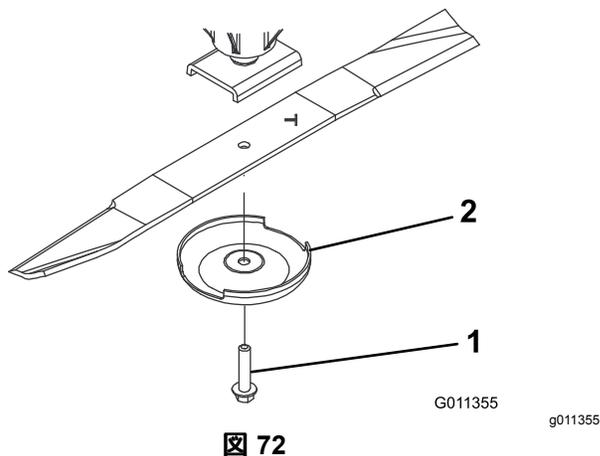

図 72
3. ブレードの一端部をウェスで包むか手に頑丈な手袋をはめるかして、ブレードを手で持ち、ブレードボルト、芝削り防止カップ、ブレードをスピンドルシャフトから外す **図 72**。
4. ブレードはセイルを天井に向けて取り付け、芝削り防止カップとブレードボルトで固定する **図 72**。